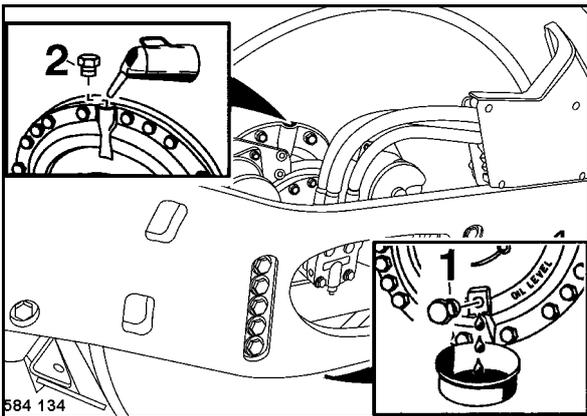

Рис. 134
- Передвинуть обод так, чтобы пробка контроля масла (1) (Рис. 134) на левой стороне обода находилась в самой низкой точке.
- Вывернуть пробку для проведения контроля (1).